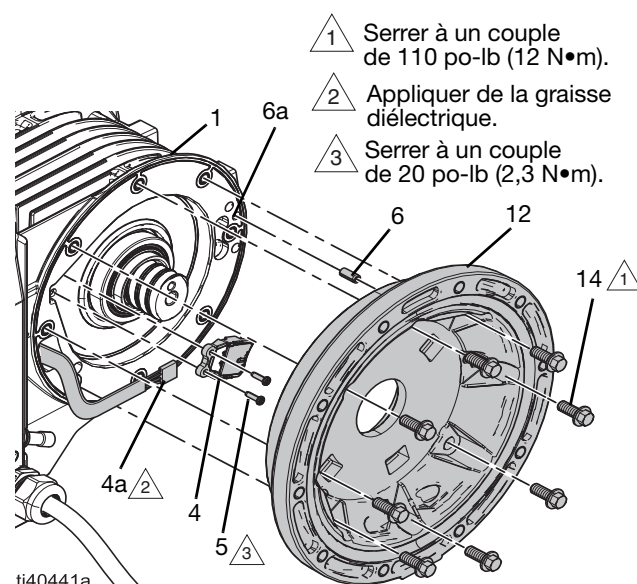
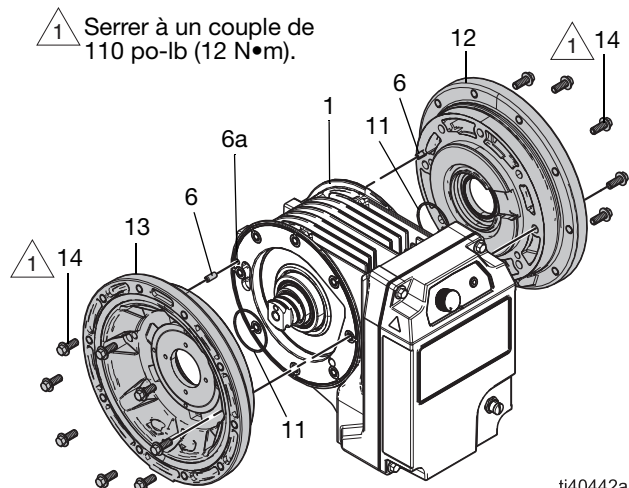

FIG. 12 : Capteur du moteur
FIG. 13 : Section centrale, côté charge
Voir FIG. 12.
Voir FIG. 12 et FIG. 13.
2. Installer avec précaution le capuchon du stator côté capteur (12) :
- a. Installer le joint (11) dans le capuchon du stator (12).
- b. Aligner la broche (6) du capuchon du stator (12) avec le trou de la broche (6a) sur le boîtier du stator (1) et insérer délicatement le capuchon du stator (12). S'assurer que le capuchon du stator est correctement mis en place. Voir FIG. 12.
Voir FIG. 12 et FIG. 14.
4. Installer le joint (47) sur le moyeu (8).
5. Installer l'autre joint (11) sur le moyeu (8).
6. Installer l'écrou de précharge et le moyeu (9, 8) sur le capuchon côté charge (13) :
- a. Appliquer de l'antigrrippant sur les filets du moyeu (8).
- b. Visser le moyeu de précharge (8) sur le capuchon de stator côté charge (13). S'assurer que les rebords du moyeu de précharge (8) sont orientés vers le centre du rotor (7).
- c. Faire tourner le moyeu (8) jusqu'à ce que le joint (47) touche l'alésage du capuchon (13).
- d. Installer le capuchon du stator côté charge (13) sur le boîtier du stator (1). Installer le joint (11) dans le capuchon du stator (13). Voir FIG. 13.
- e. Aligner la broche (6) du capuchon du stator (13) avec le trou de la broche (6a) sur le boîtier du stator (1) et insérer délicatement le capuchon du stator (13). S'assurer que le capuchon du stator est correctement mis en place. Voir FIG. 13.
- f. Installer les fixations (14) dans le capuchon du stator (13). Serrer à un couple de 110 po-lb (12 N•m). Voir les **Instructions de couples de serrage**, page 38.
- g. Insérer l'outil de montage du moyeu de précharge dans le moyeu de précharge (8).
- h. Utiliser une clé appropriée sur l'outil d'installation du moyeu de précharge (8) pour le serrer à un couple de 20 pi-lb (27 N•m)